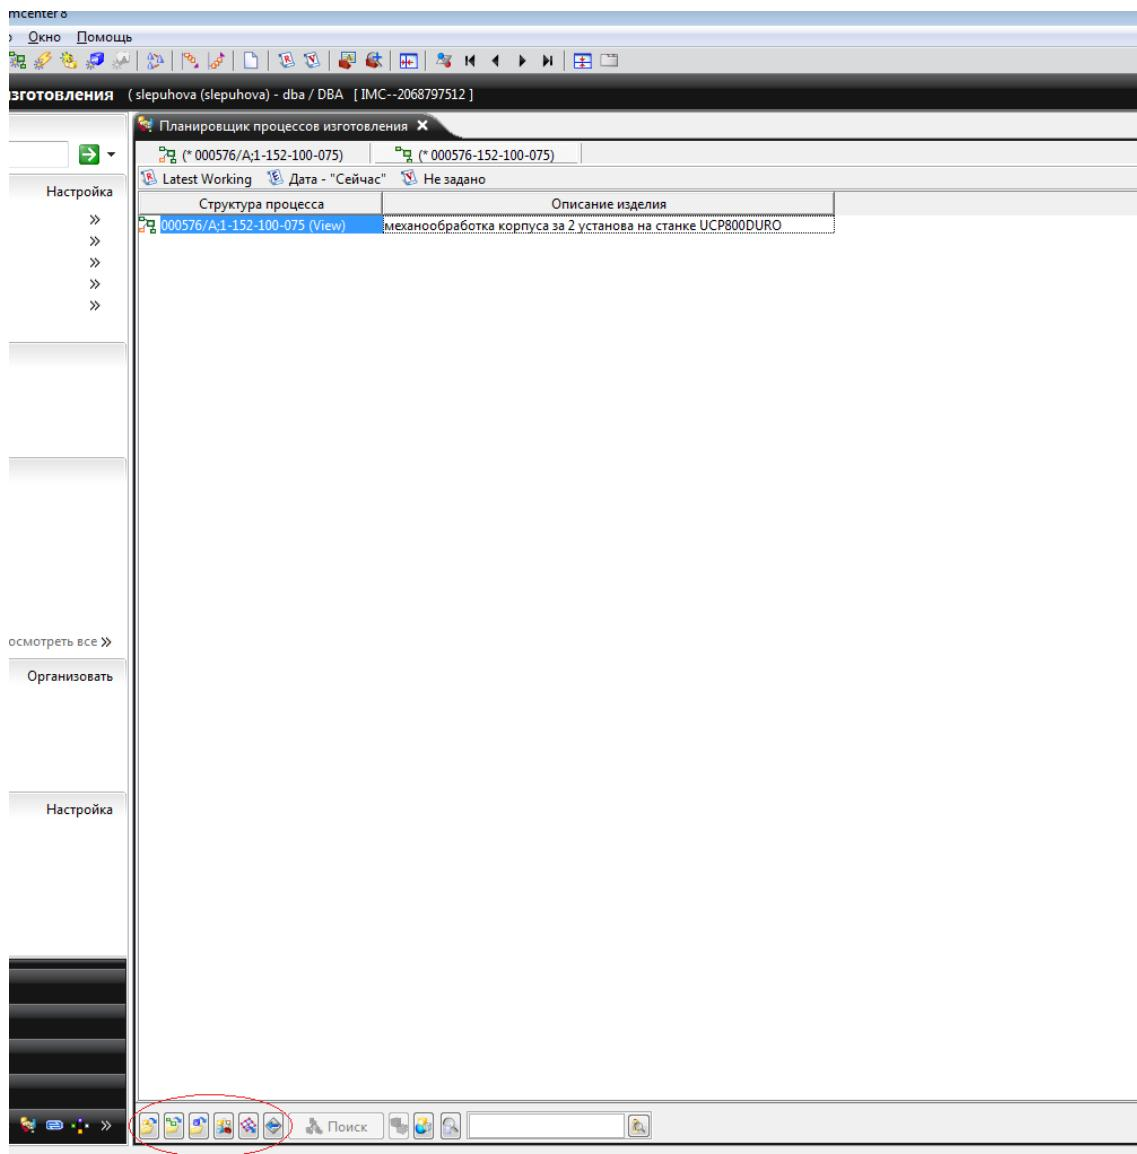

Рисунок 19 – Добавление детали в приложение «Планировщик процессов изготавления»
- 1.** Откройте созданную ранее деталь в приложении «Мой Teamcenter». См. рисунок 19.